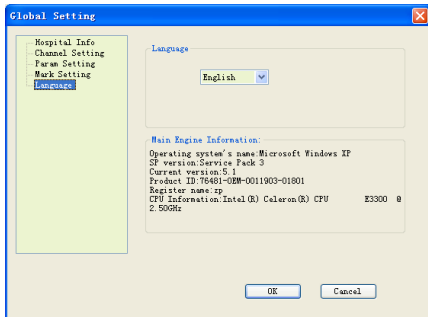

Fig. 5-2-7
(5) Vous pouvez choisir la langue d’affichage en cliquant sur l’option “Language” (voir Fig. 5-2-7).